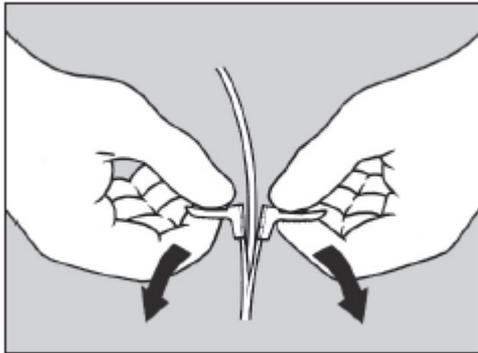

Fig. 8
- e) Retirar a bainha destacável do vaso sanguíneo, empurrando para baixo as duas abas da bainha. Em seguida, retirar a bainha do cateter, assegurando-se de que o cateter não é deslocado do vaso sanguíneo (ver Fig. 8)